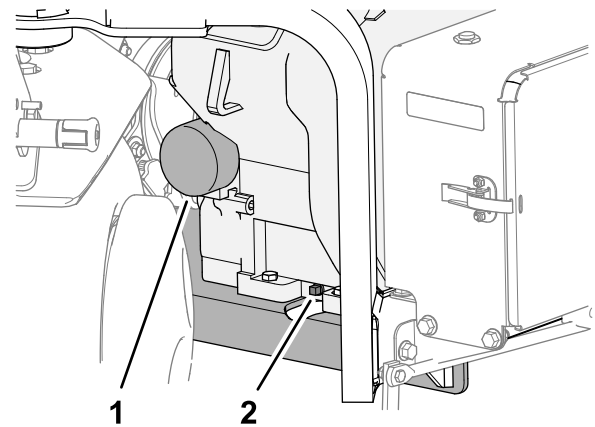

図 161
3. オイルドレンプラグの下に容器を置き、プラグを取り外す **図 161**。
1. フィルタの下に浅い廃油受けを置いてフィルタを外す 図 161。
6. ガスケットがアダプタ 図 161に当たるまで手で回してフィルタを取り付け、そこから更に  $\frac{1}{2}$  回転増し締めする。